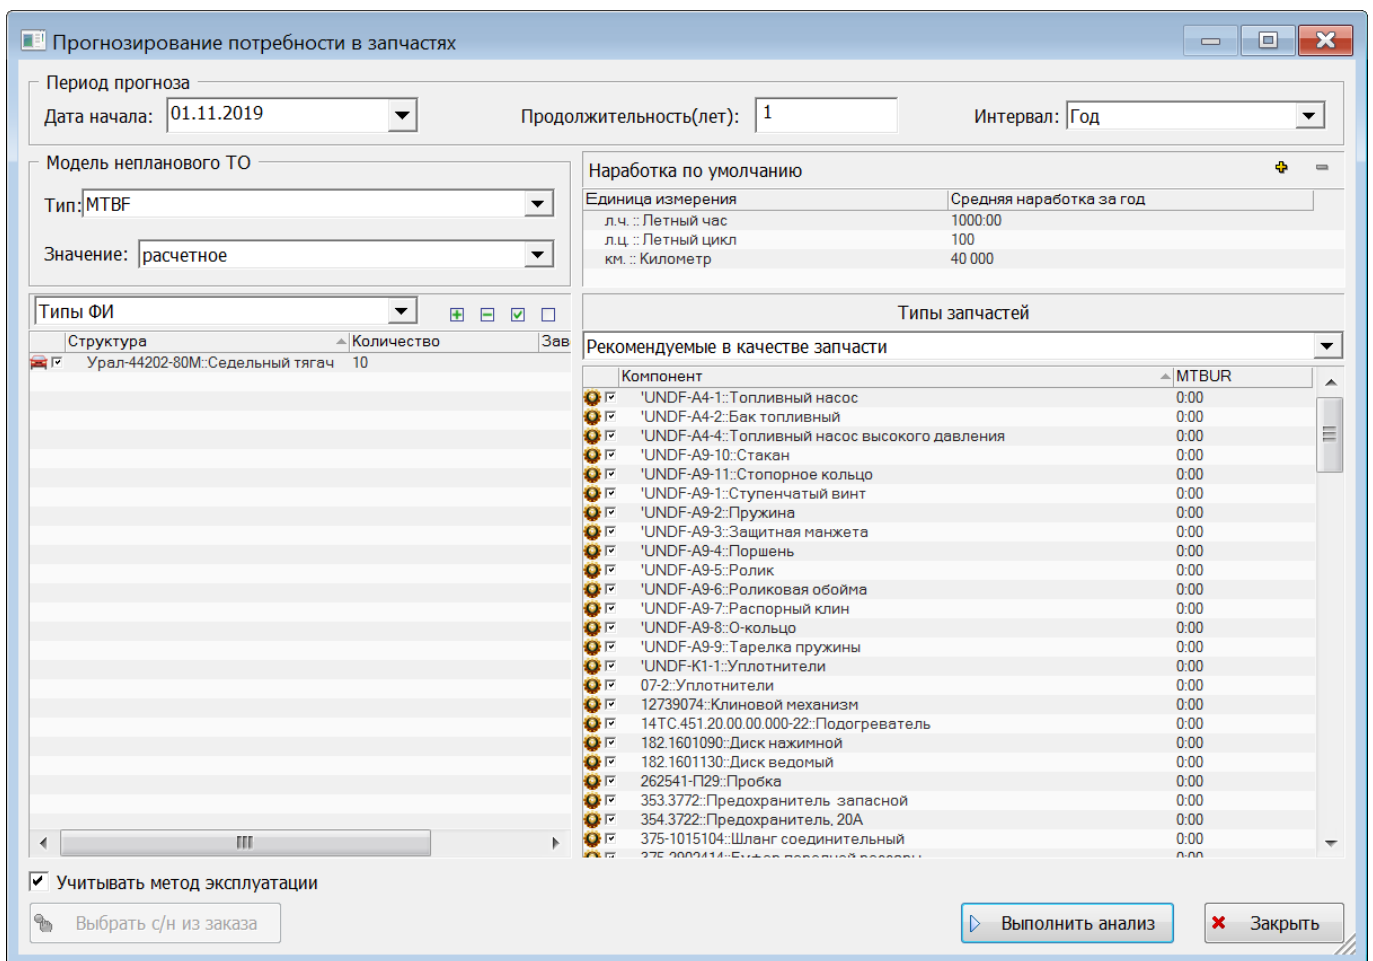

Рис. 16-15 – Диалоговое окно «Прогнозирование потребности в запчастях»
4) В результате открывается диалоговое окно «Прогнозирование потребности в запчастях» (рис. 16-15).